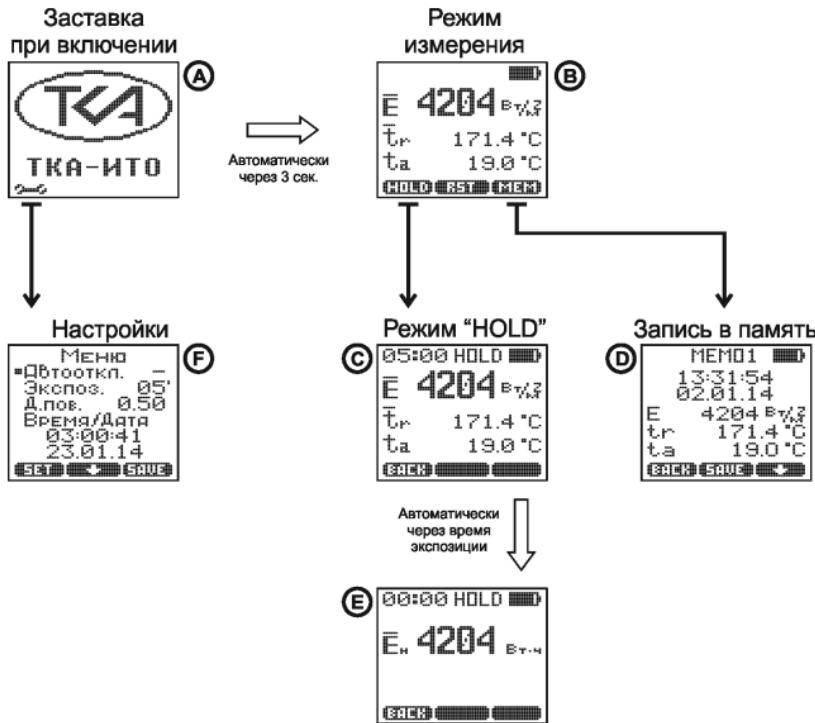

Рис.3. Расположение символов на ЖК-дисплее.
5.8. Переключение экранов происходит в следующем порядке (см. Рис. 3):